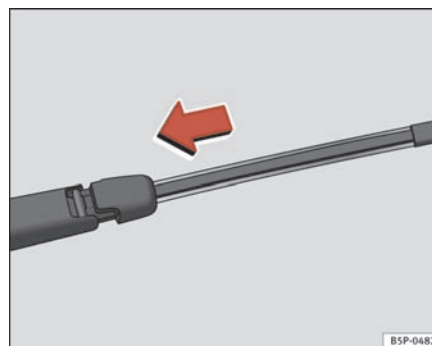

Fig. 173 Sådan sættes det bageste viskerblad på. ▶
- Placer viskerbladet som vist på ⇒ side 234, fig. 173, og forskyd adapteren, indtil den går i hak.